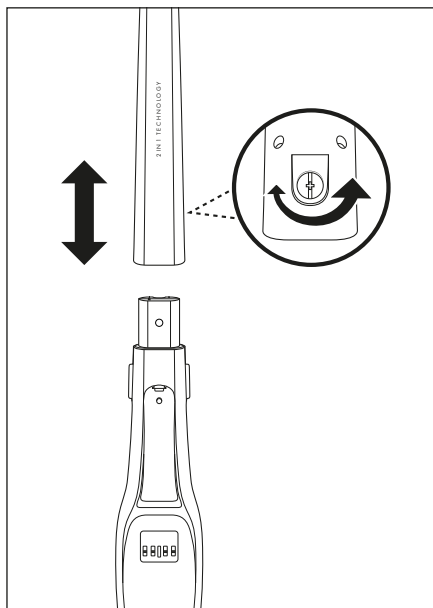

Fig. 1
- 2) Applicare il manico 10 al supporto manico dell'apparecchio. Spingere completamente il manico 10 sul supporto finché non si innesta saldamente nell'apparecchio. (fig. 1).
- 3) Reinscrivere la vite 11 nell'apertura per vite del lato posteriore del manico 10. Stringere la vite 11 in senso orario con un cacciavite (fig. 1).